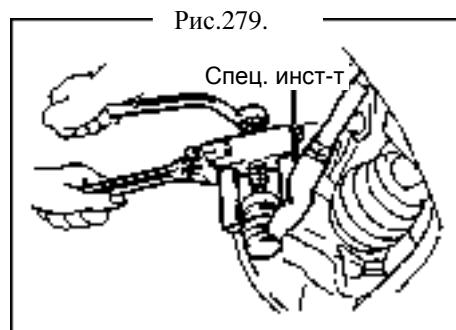

Рис.279.
- (б) Используйте специальный инструмент для снимания крепления с поворотного кулака (рис.279).